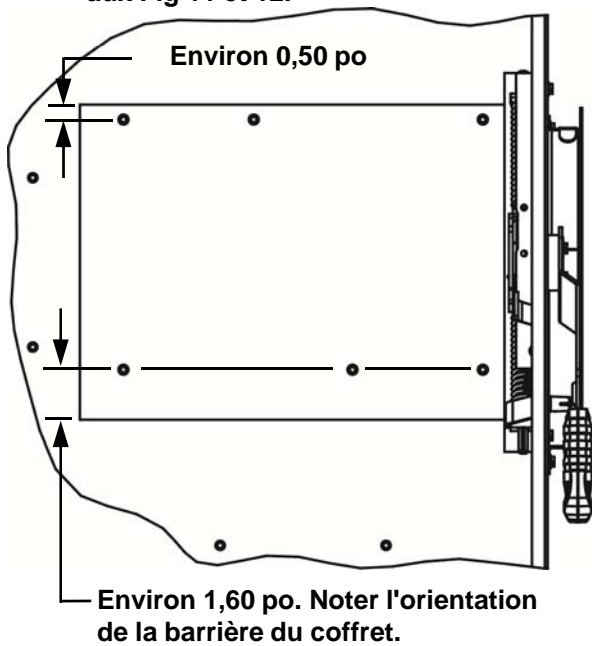

Fig. 9
5. Aligner la barrière avec les trous de montage extrudés du coffret, tel qu'illustré à la Fig. 9.